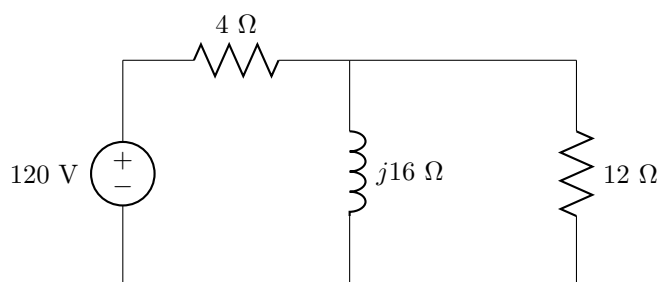

Figura 5.11: Circuito del problema 21.
21. a) Calcula el factor de potencia con el que está trabajando la fuente de 50 Hz del circuito de la figura 5.11. b) Calcula la potencia media entregada por la fuente. c) ¿Cuántos var deberían compensarse para que el factor de potencia de la fuente fuera igual a la unidad?. d) ¿Qué condensador habría que colocar en paralelo con la carga para ello?